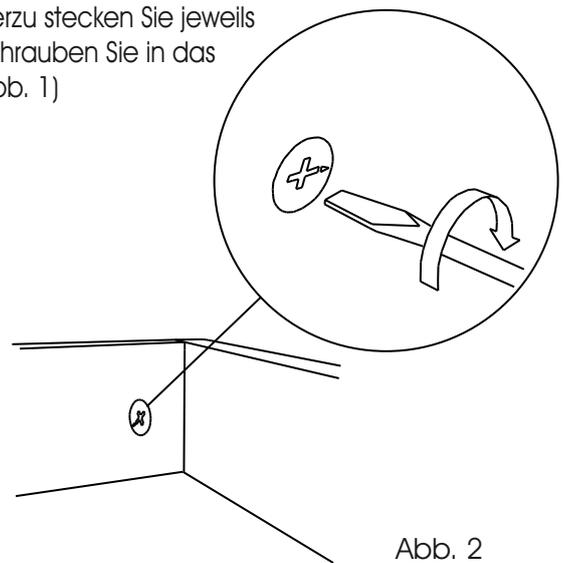

Abb. 2
3. Verschrauben Sie die Kufen mit je 4 Stück $\text{\O}4 \times 25 \text{mm}$ RW-Schrauben. Drehen Sie anschließend die Sockelschrauben in die hierfür vorgesehenen Gewindebohrungen der Kufen. (Abb. 2)
(Abb. 2)
2. Stecken Sie das Sockelvorderstück und die Sockel-Retouren zusammen und drehen den Excenter fest. (Abb. 2)
- Montieren Sie als nächstes die Metallkufen. Zur Verschraubung der Kufen sind auf der Rückseite der Couchtischplatte Gewindemuffen vorgesehen. Verschrauben Sie Kufen und Platte mit den M6x20mm Flachrundkopfschrauben. (Abb. 2)